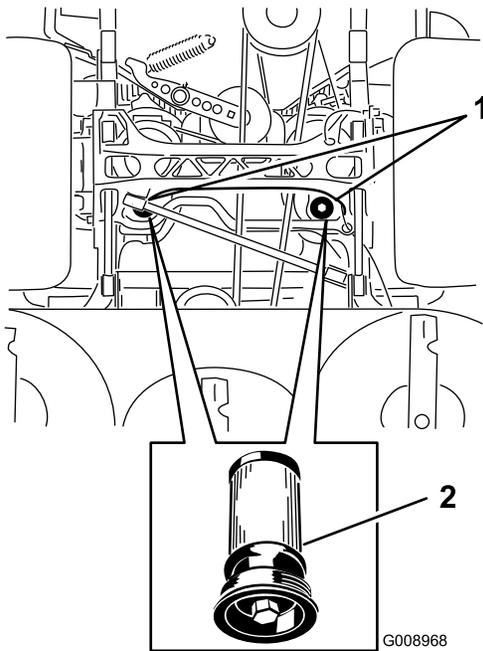

**Figura 83**
3. Levante la máquina y apóyela sobre gatos fijos (Figura 83).
9. Retire los soportes y baje la máquina (Figura 83).